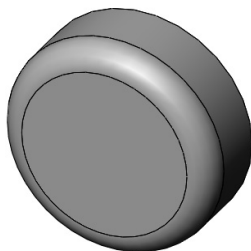

图 4-70 生成实体模型圆角
- [5] 单击【确定】按钮, 生成实体模型圆角，如图 4-70 所示。